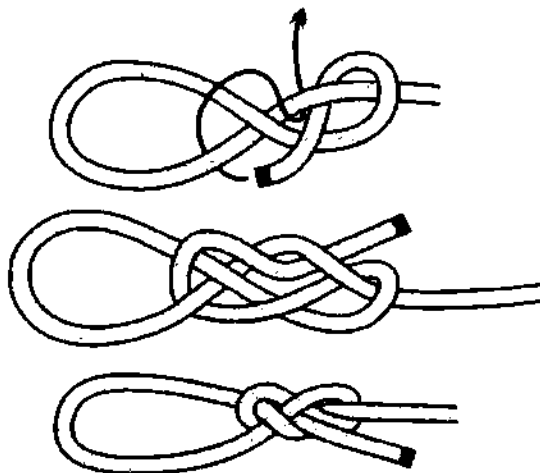

Рис. 403. Кабестановая петля.
**Кабестановая петля** надёжная и крепкая, одинаково хорошо держит как на мягких, так и на жёстких верёвках (рис. 403). Чтобы изменить размер *кабестановой петли*, необходимо прежде ослабить узел и потом уже регулировать петлю.
Обратите внимание, *кабестановая петля* и *перекрёстный зажим* вяжутся почти одинаково (рис. 403, 405). Лишь на заключительном этапе вязки ходовой конец у обеих петель пропускается по-разному. *Кабестановая петля*, *перекрёстный зажим*, *защемляющий узел* и *трансформер* не только надёжны, но вместе с тем и красивы – по форме они напоминают плетёную *косичку*.